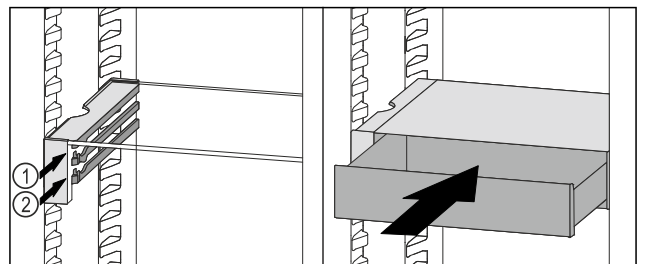

Fig. 149
- ▶ Coloque el cajón VarioSafe en la nervadura deseada Fig. 149 (1) o Fig. 149 (2) detrás de los topos.